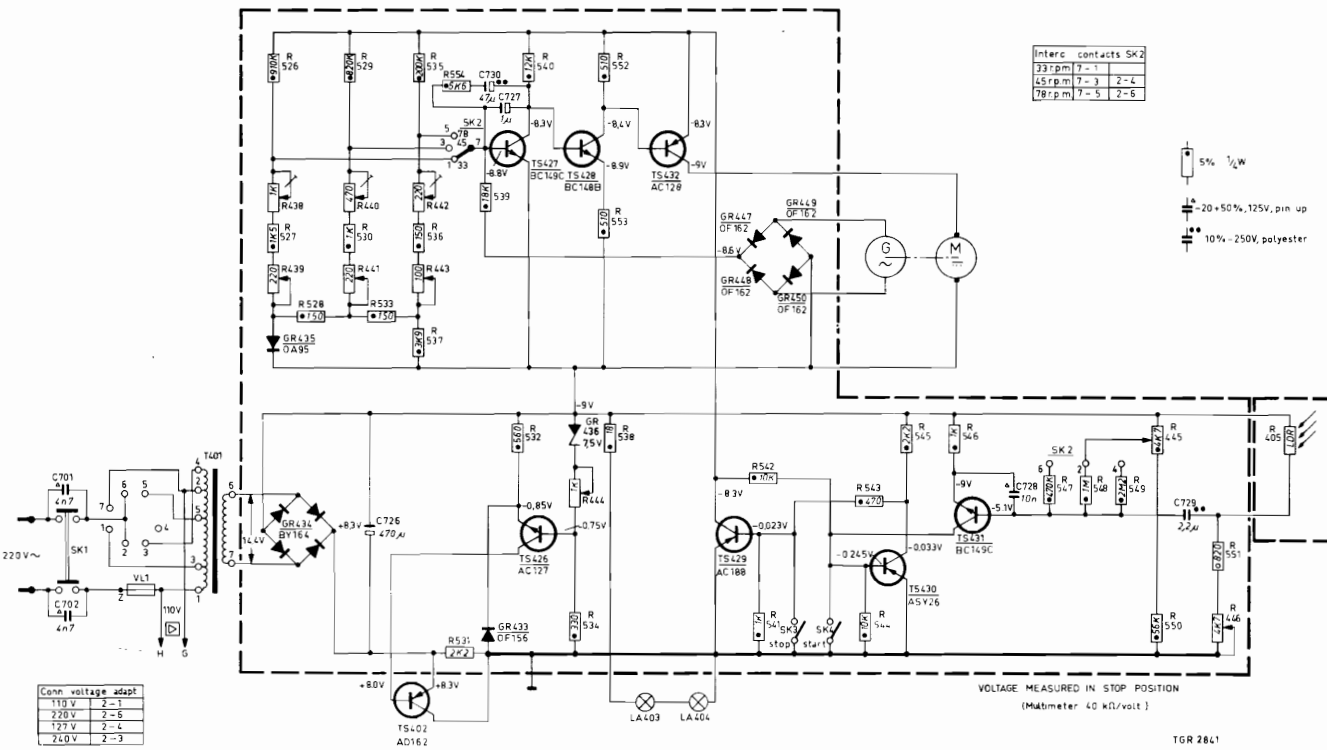

Fig. 2
GB OPERATION**A. Stabilisation of the supply voltage** (fig. 2)
B. Start and stop circuit (fig. 2)
D. Explanation of some components (Fig. 2)
NL WERKING**A. Stabilisatie van de voedingsspanning** (fig. 2)
B. Start- en stopschakeling (fig. 2)
D. Verklaring van enkele componenten (fig. 2)
F FONCTIONNEMENT**A. Stabilisation de la tension d'alimentation** (Fig. 2)
B. Circuit de démarrage et d'arrêt (fig. 2)
D. Description de quelques composants (voir fig. 2)
D FUNKTION**A. Stabilisation der Speisespannung** (Abb. 2)
B. Start- und Stoppschaltung (Abb. 2)